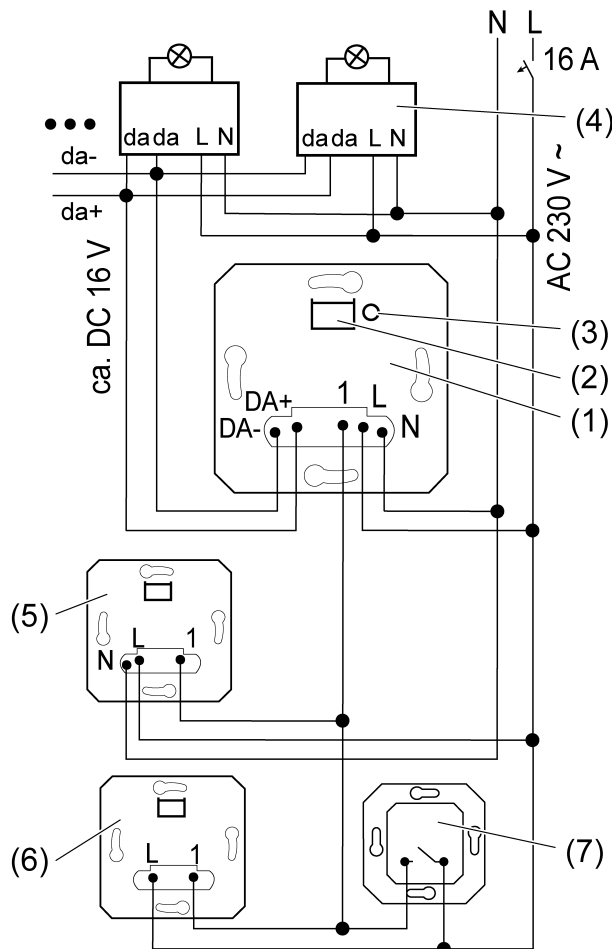

Figure 1: Schéma de raccordement avec postes auxiliaires en option
- Raccorder le mécanisme DALI (1) et le participant DALI (4) conformément au schéma de raccordement (Figure 1).
- i** Un actionnement bref de la touche **Test** (3) permet de commuter l'éclairage raccordé, même sans garniture.